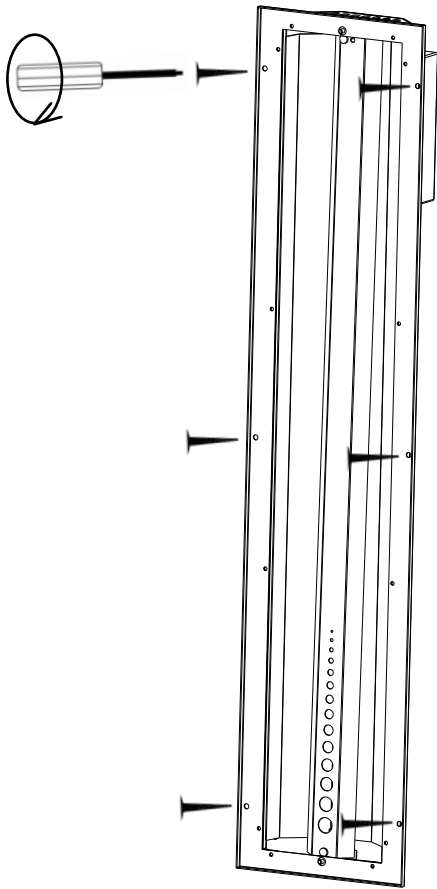

Abb. 7 **Position der Schrauben**
8. Schrauben Sie den Infrarotstrahler mit den beiliegenden Holzschrauben (3 x 40 mm) an der Kabinenwand fest. Siehe Abbildung 7.